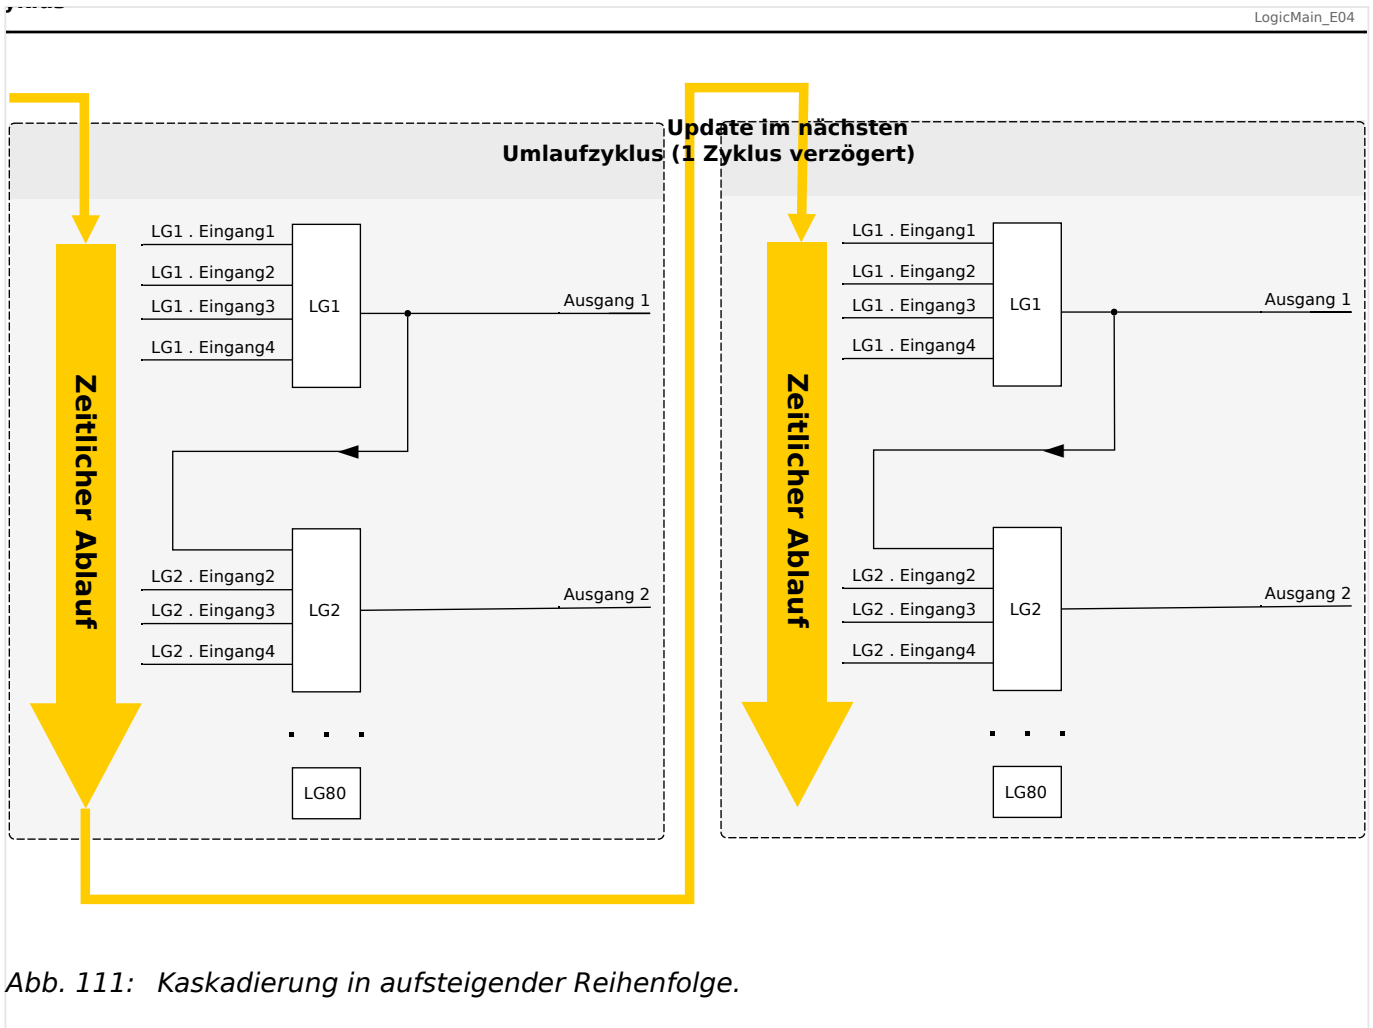
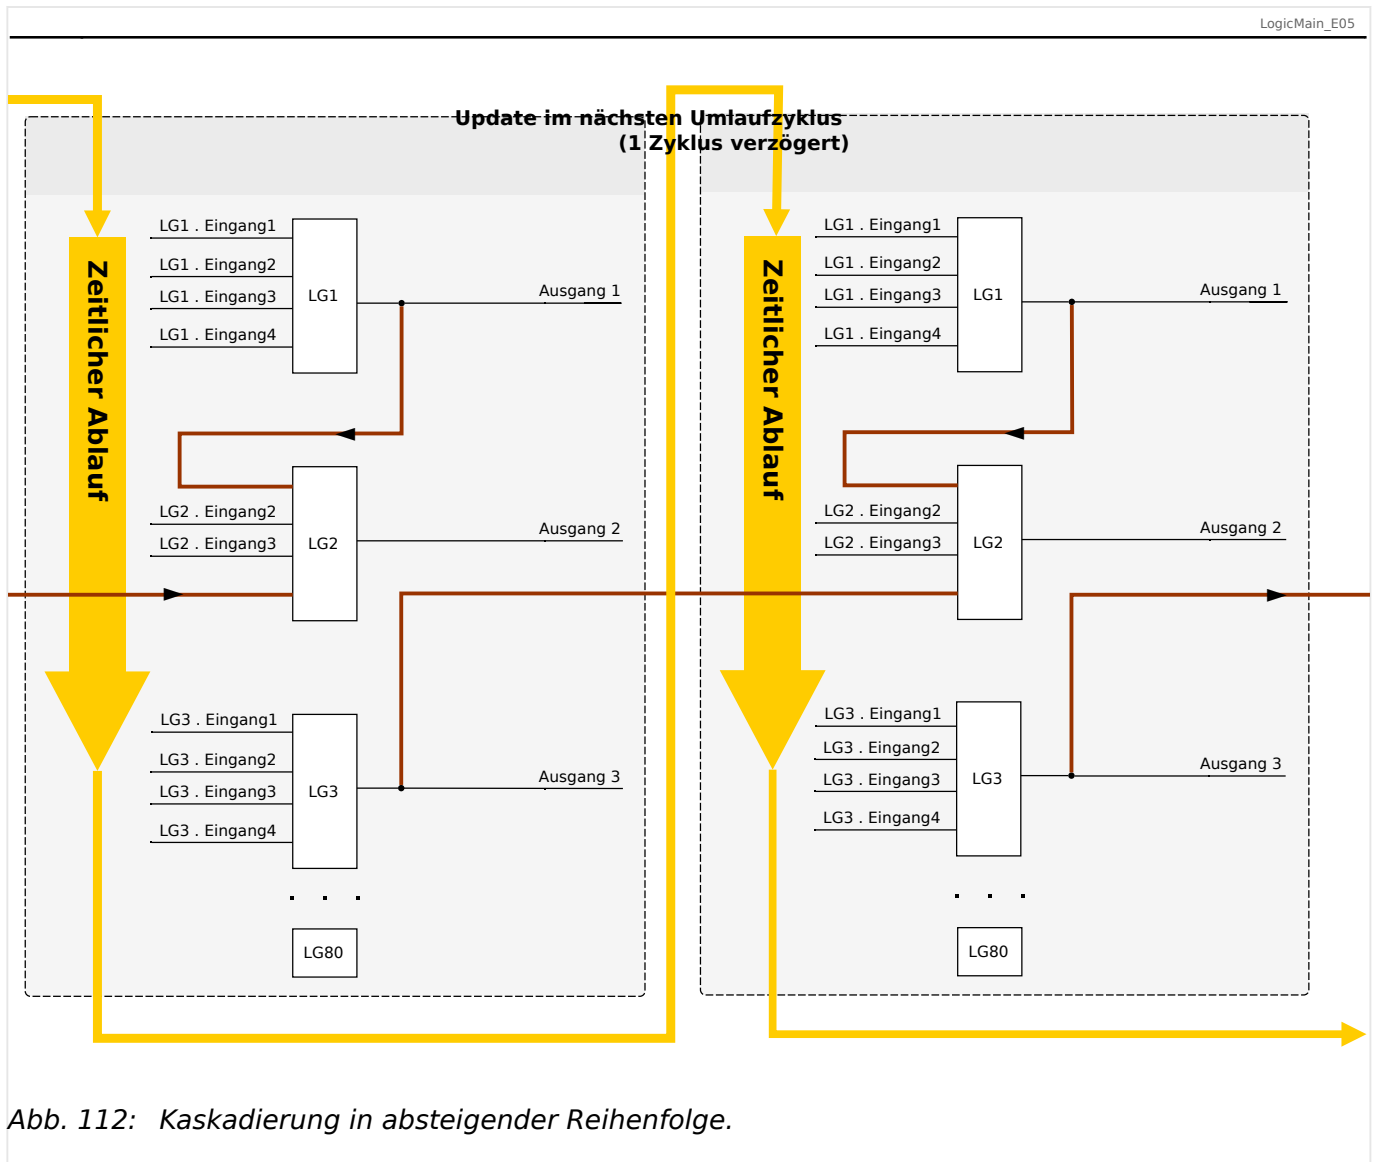

Abb. 111: Kaskadierung in aufsteigender Reihenfolge.
Abb. 112: Kaskadierung in absteigender Reihenfolge.
- Kaskadierung in **aufsteigender** Reihenfolge bedeutet, dass der Ausgang einer Logikgleichung auf den Eingang einer Logikgleichung mit **höherer** Nummer rangiert wird. Das Diagramm →Abb. 111 weiter unten zeigt ein Beispiel, bei dem der Ausgang von LG1 auf einen Eingang von LG2 rangiert wird.
- Kaskadierung in **absteigender** Reihenfolge bedeutet, dass der Ausgang einer Logikgleichung auf den Eingang einer Logikgleichung mit **niedrigerer** Nummer rangiert wird. Das Diagramm →Abb. 112 zeigt ein Beispiel, bei dem der Ausgang von LG3 auf einen Eingang von LG2 rangiert wird.
Bei der Konfiguration des Schutzgerätes bestehen keinerlei Einschränkungen oder Unterschiede zwischen aufsteigender und absteigender Reihenfolge. Da allerdings während der Laufzeit des MRM4 die Logikgleichungen in aufsteigender Reihenfolge ausgewertet werden, haben die resultierenden Ausgangswerte, die am Eingang der Logikgleichung anstehen, ein unterschiedliches „Alter“, wie in →Abb. 111 und →Abb. 112 veranschaulicht wird.
Das in Abb. 112 gezeigte Beispiel zeigt eine Konfiguration von „Logikgleichung 2“, die den Ausgang von zwei weiteren Logikgleichungen, „Logikgleichung 1“ und „Logikgleichung 3“, als Eingangszustände verwendet. Hierbei ist der Ausgang von „Logikgleichung 1“ in aufsteigender Reihenfolge verwendet, sodass der Wert in jeweils demselben Prozesszyklus ermittelt wird. Der Ausgang von „Logikgleichung 3“ wird in absteigender Reihenfolge verwendet, sodass der Wert in dem jeweils vorherigen Prozesszyklus ermittelt wurde.